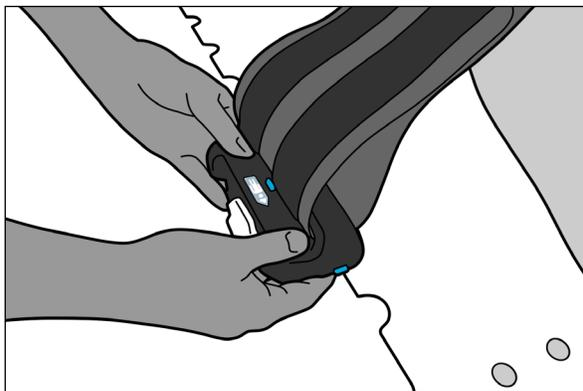

Figure 10
7. Installer et verrouiller l'autre pince sur le bord opposé du dispositif (Figure 10).